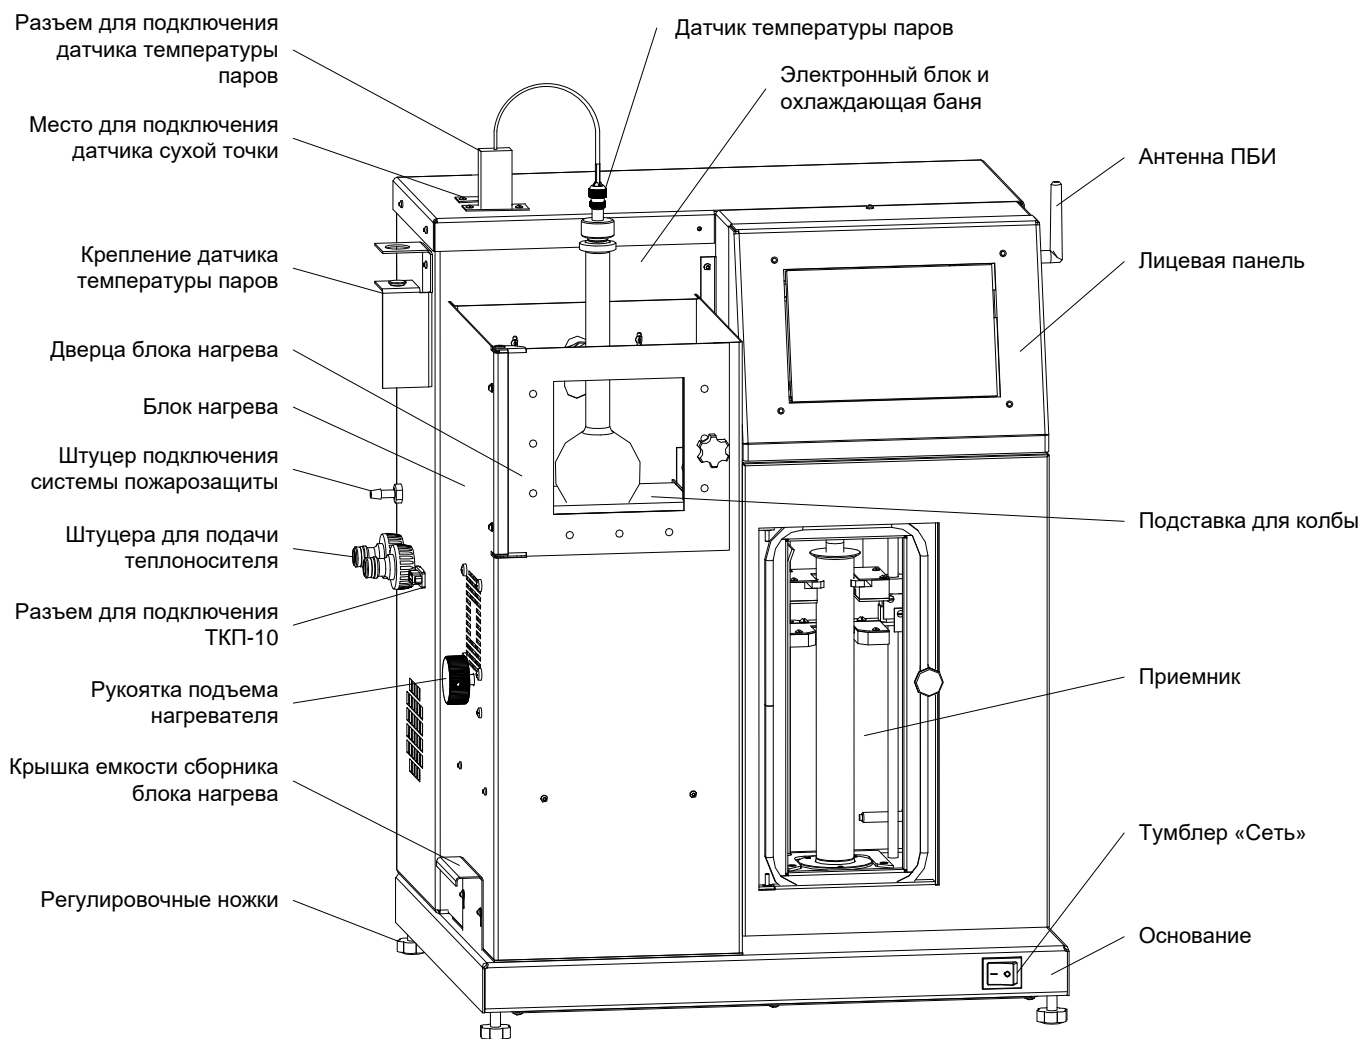

Рисунок 1 – Общий вид аппарата
Пароотводная трубка колбы вставляется в верхний конец трубки конденсатора через пробку. После установки пароотводной трубки колбы в трубку конденсатора, необходимо плавным вращением рукоятки подъёма нагревателя (см. рисунок 1), в направлении по часовой стрелке, подвести нагреватель к резервуару колбы.
3.1.4 При использовании встроенной системы пожаротушения, подача газа должна осуществляться по соединительному шлангу, подключенной к штуцеру системы пожарозащиты на боковой стенке электронного блока (см. рисунок 1). В качестве газа для системы пожаротушения допускается использовать азот (N₂) или двуокись углерода (CO₂). Давление газа на входе аппарата должно быть в диапазоне от 4 до 6 Бар. При подготовке аппарата к работе от газовой системы пожарозащиты убедиться в герметичности соединения газовой линии с входным газовым штуцером, используя мыльный раствор.
- 8) необходимо исключить попадание посторонних предметов, пролив жидкостей внутрь блока нагрева и на спираль нагревателя. Если это произошло, перед очисткой блока нагрева необходимо отключить питание аппарата, вынув вилку из сетевой розетки. Допускается использовать сжатый воздух для очистки нагревателя. Посторонние предметы и жидкости, прошедшие через нагреватель и упавшие (или пролитые) под него, можно извлечь, выдвинув сборник (см. рисунок 1). Для извлечения емкости сборника блока нагревателя, необходимо открутить винты крепления подставки с помощью отвёртки и извлечь ее. Установку сборника производить в обратном порядке.
4.4.3.1 Для поддержания температуры приемника, отличной от комнатной, необходимо закрыть дверцу приемника (см. рисунок 1).